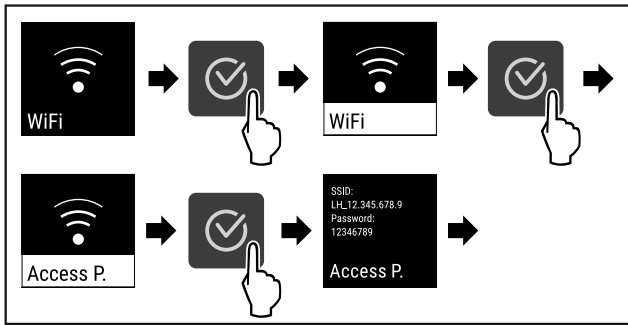

Fig. 75
- ▶ Efectuați pașii de acțiune (vezi Fig. 75) .